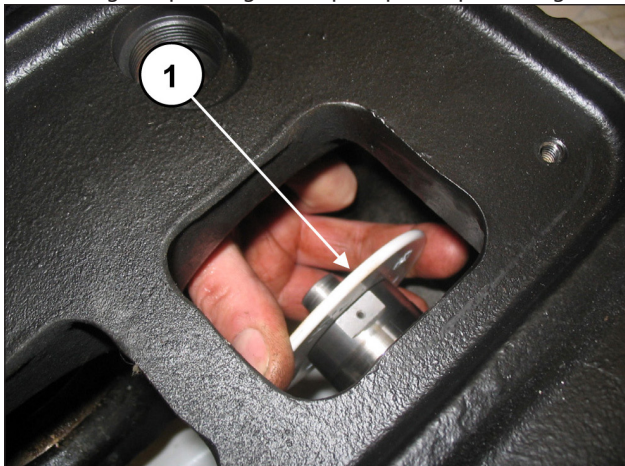

Fig. 116
Sfilare dai guida pistoni gli anelli paraspruzzi (pos. ①, Fig. 116).